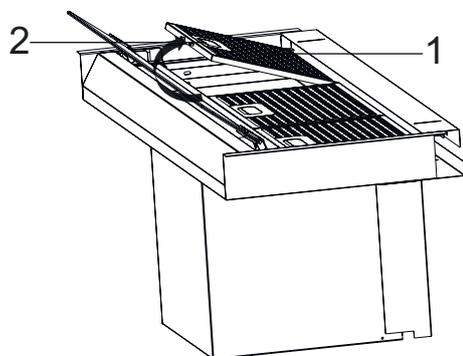

Fig. 15
1. ➔ Rimuovere l'imballaggio dell'apparecchiatura e posizionare i filtri in alluminio rivolti verso l'alto. (Fig. 15).
Premere il fermo del filtro in alluminio (/1) e tirare verso l'alto (Fig. 15/ 2) per rimuoverlo.